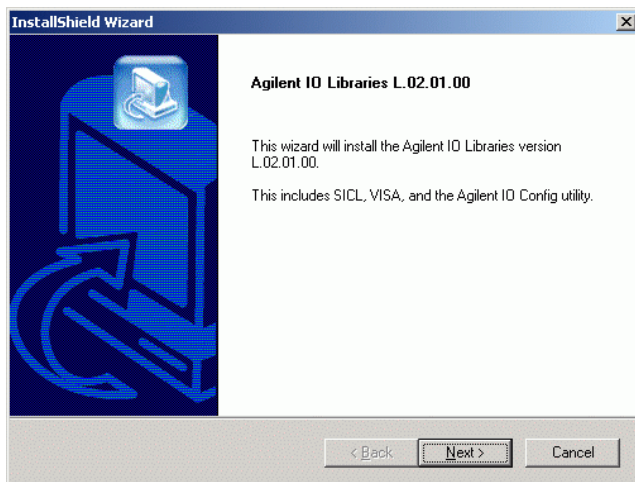

图 6 GPIB 驱动程序的安装
- 1 使用 Windows 资源浏览器，在化学工作站 CD-ROM 的 \GPOB 路径找到并启动“hpiolib.exe”。按安装向导的说明进行（图 6），在计算机中安装标准接口控制库（SICL）。更新注册表并添加一个名为“Agilent I/O Libraries”程序组。